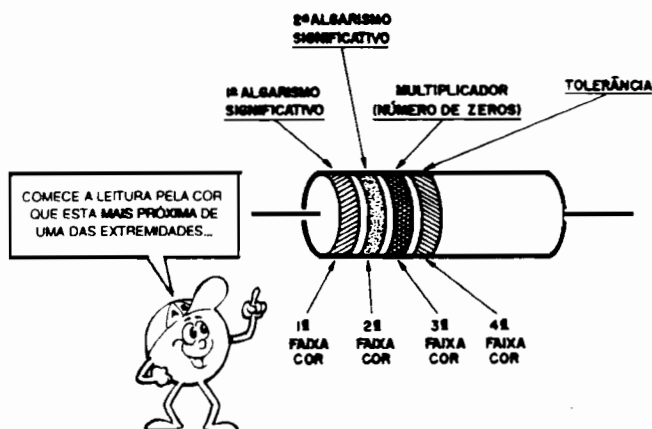

Fig.2
- **FIG. 2** - Nos resistores pequenos, o valor e a tolerância são indicados pelas faixas coloridas (ver a interpretação do código...).
A fig. 2 mostra (bem "ampliada", para facilitar as coisas...) o corpo de um resistor, com o seu código (pena que ABC não seja a cores...) gravado em faixas ou anéis, que devem ser lidos ou interpretados **sempre** a partir da cor **mais próxima** a uma das extremidades do componente. A "leitura" deve ser feita da seguinte maneira: